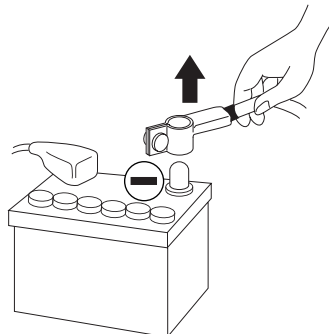

Fig. 1
- 2 - Débrancher le fil négatif de la batterie avant de commencer l'installation (fig.1).
Avant de débiter la phase de connexion, s'assurer de retirer la borne négative (-) de la batterie du véhicule (fig. 1).